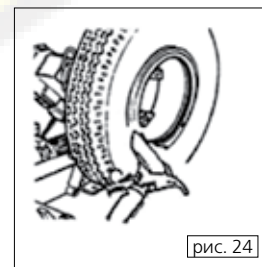

рис. 24
- (5) Установите разъемное кольцо на диск и зафиксируйте стопорной гайкой (рис. 24).
(6) Переведите инструментальную консоль в исходное положение, отпустите зажим и передвиньте платформу так, чтобы снять колесо с оси.